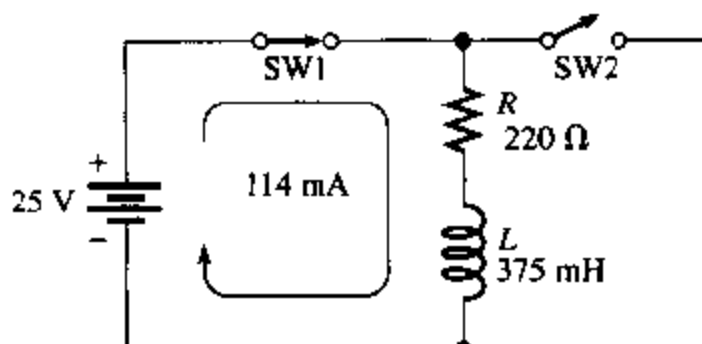

图 14.50
* 20. 图 14.50 所示的线圈中有 114 mA 的电流。开关 1 打开的同时合上开关 2, 下列哪个时刻有感应电压?